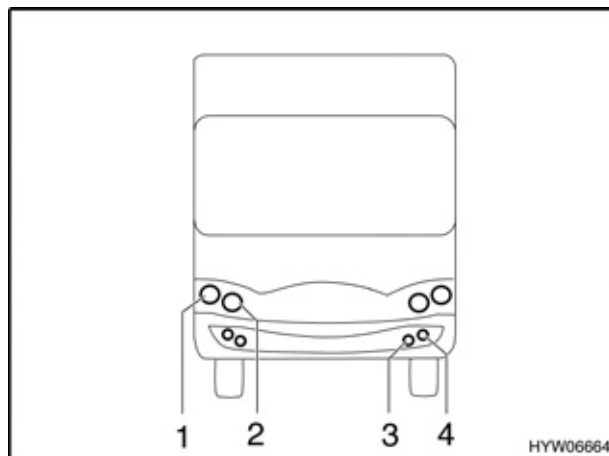

Fig. 182 Luci frontali (classe-B, B Star-Line, B-Classic)
**Faro anabbagliante (Fig. 182,1)**
**Abbagliante/luce di posizione (Fig. 182,2)**
### Luce fendinebbia (Fig. 182,3)
### Indicatore di direzione (Fig. 182,4)